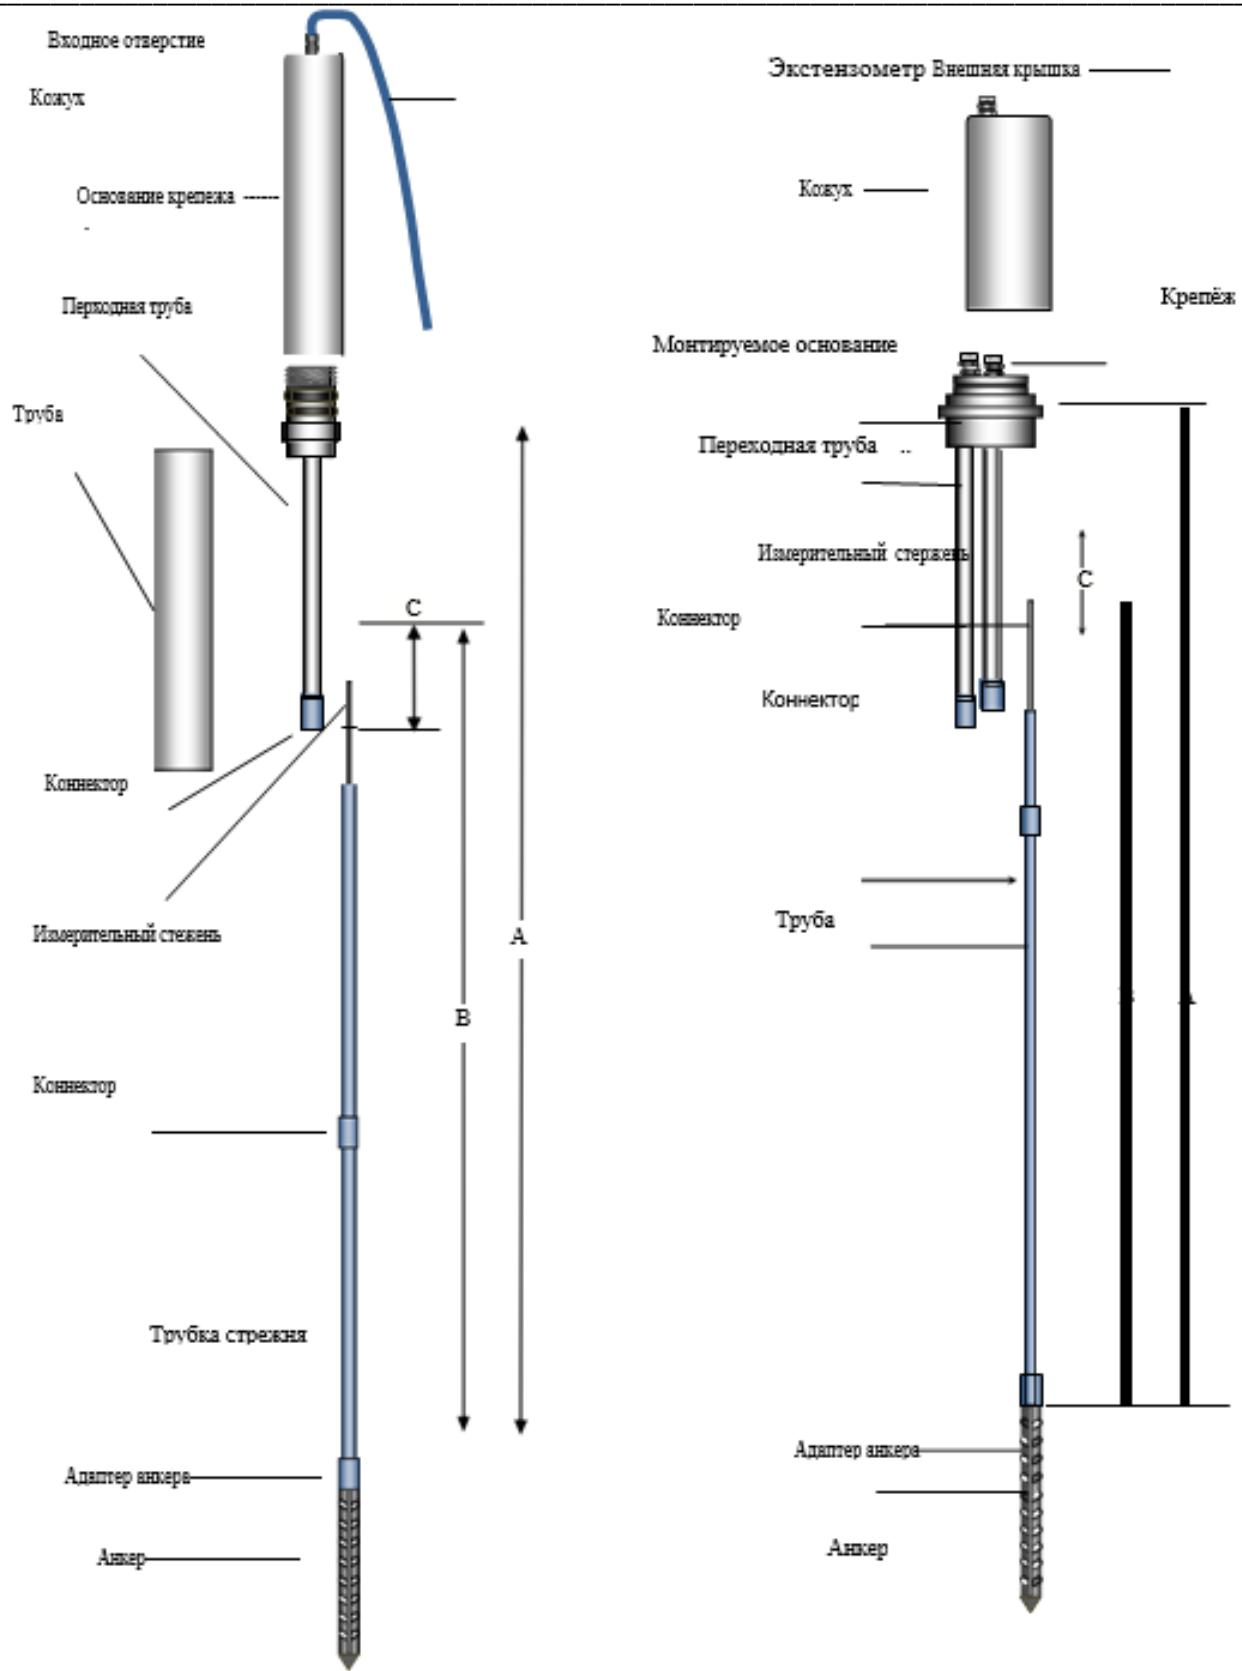

Рис. 2 – Схема струнного скважинного стержневого экстензометра EX3-6
Основные размеры (рис. 2): глубина оголовка анкера (A): глубина анкерного оголовка зависит от расстояния от монтируемого основания до торца оголовка. Длина измерительного стержня (B): определяется Заказчиком, но стандарт 0.5 м. При необходимости можно заказать другой размер. Длина соединительного разъёма измерительного стержня (C): длина соединительного разъёма измерительного стержня имеет большое значение для общей длины защитной трубы для удобства регулировки. Так для стержня размером 100мм, С=175мм (длина может быть отрегулирована на месте установки) Трубу можно обрезать при необходимости.